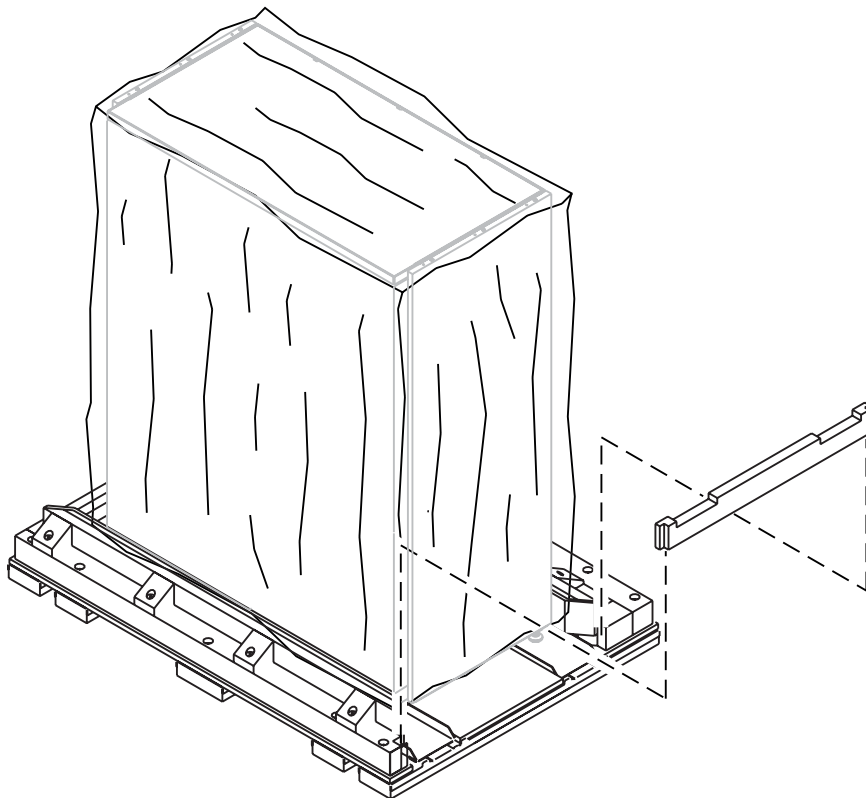

Figura 4-6: Rimozione della barra in legno
10. Dalla parte destra della libreria, sollevare la barra in legno dalle staffe del pallet (vedere la Figura 4-6).
13. Reinscrivere la barra in legno di destra nelle staffe del pallet per trattenere la libreria in posizione (vedere la Figura 4-6).